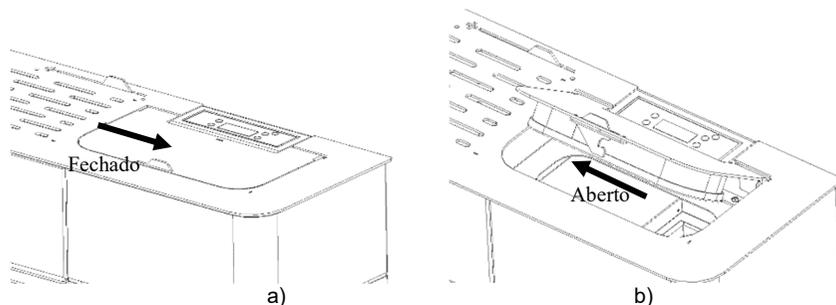

Figura 99 – Abertura da tampa
a) Abra a tampa do depósito de *pellets*, deslocando o fecho lateralmente e levantando a tampa (Figura 99).